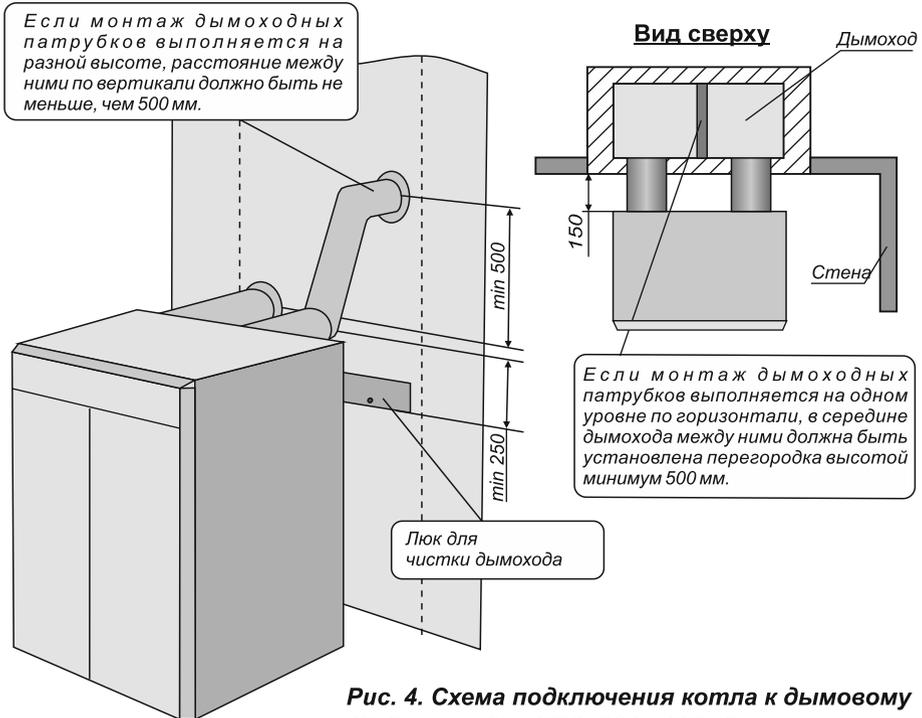

Рис. 4. Схема подключения котла к дымовому каналу и план установки котла.
а) дымоход, к которому подключается котел, как правило, должен быть расположен во внутренней капитальной стене дома (рис.4). При расположении дымохода в наружной стене - толщина кладки должна соответствовать требованиям, указанным в таблице 3:
- е) края газоходных патрубков котла не должны выступать за стену канала (см. рис. 4)
ДБН не запрещают подключение котла к дымоходу согласно рис.4, но завод производитель рекомендует использовать для отвода продуктов сгорания два отдельных дымоходных канала.